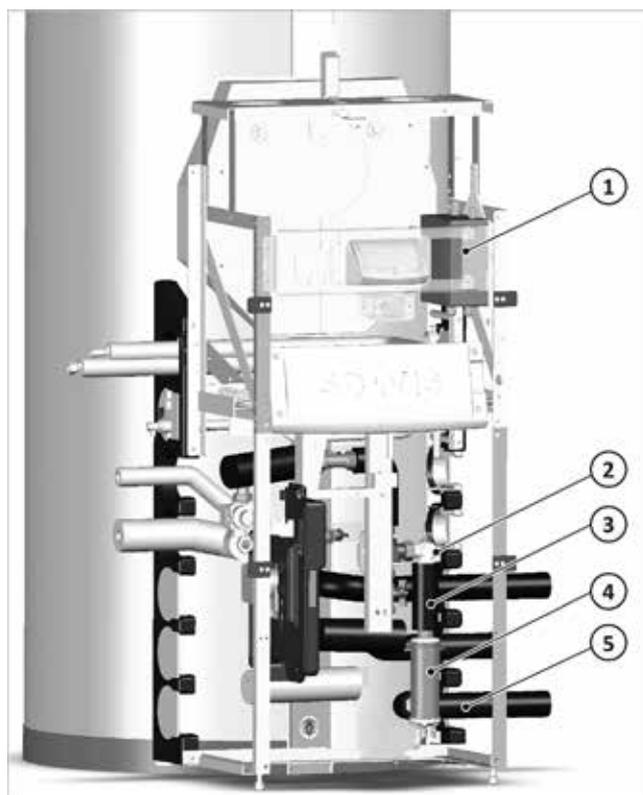

Fig. 9: Posizione dei componenti nel modulo di carica
→ La Fig. 9 mostra la posizione della scatola di collegamento, della cartuccia di riscaldamento e del modulo di carica. I tubi di collegamento per la pompa di calore e la
1. fissare la scatola di collegamento in dotazione alla parte superiore del modulo di carica, vedere la → Fig. 9 (1).